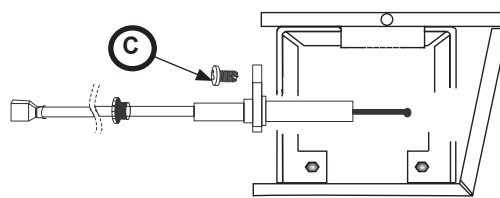

Fig. 9: Electrodo del encendedor y caja del quemador
6. Saque el tornillo del electrodo del encendedor (fig. 9, C) (detrás de la conexión del quemador); saque con cuidado el electrodo de la caja del quemador. Póngalos aparte.
2. Inserte el electrodo de chispa y llama en la abertura trasera menor de la caja del quemador del sistema refrigerante de repuesto, con su punta en "L" en dirección hacia usted (fig. 9).